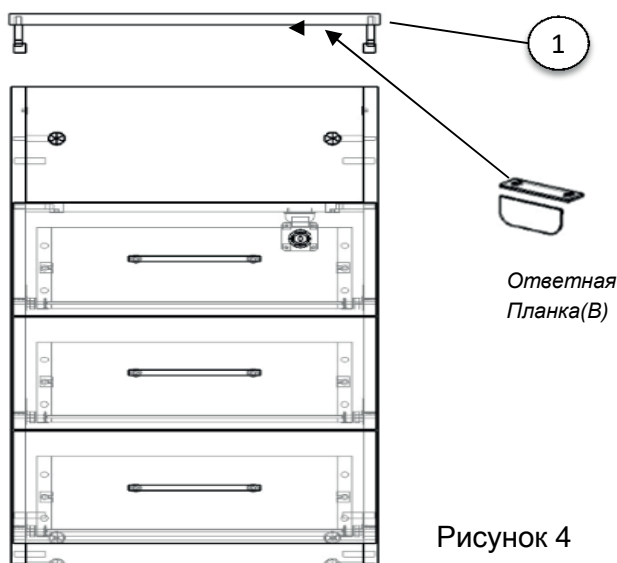
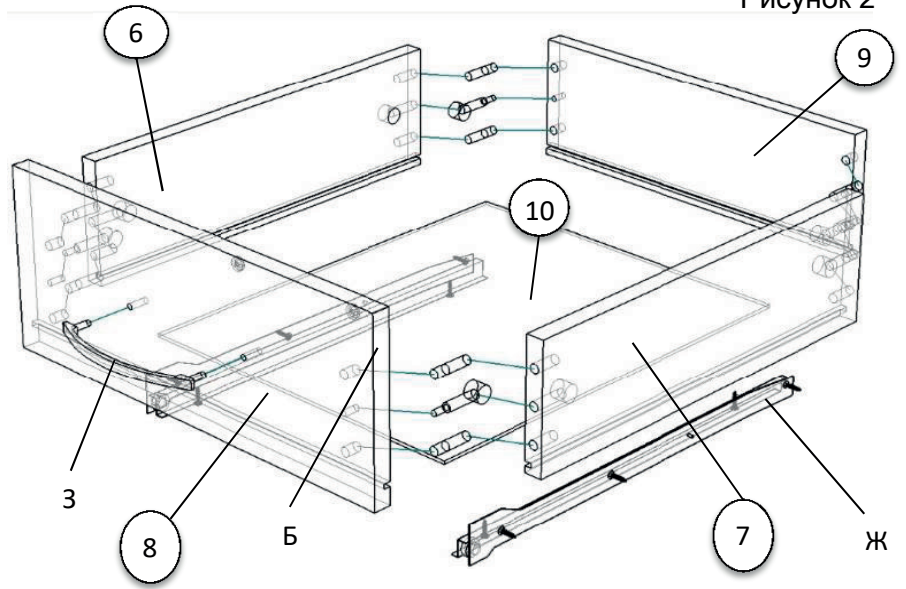

Рисунок 4
Рисунок 2
- 4.Вкрутите штоки(Б) и шканты (А),и ответную планку (В) в плась Топы(1) (Рис.4)
5. Полученный модуль соединити с Топом (6), так чтобы чтобы штоки эксцентрика попали в ответные отиверстия.Поверните эсцентрики на 180 град. до упора.
- 6.Возьмите Фасад ящика (8) Заднюю стенка ящика (9)в глухие отверстия 5 мм вкрутите Штоки эксцентриков(Б),отверстия 8 мм вставьте Шканты(А).Сначала соедините детали Заднюю стенку ящика (9), Бок.ящика левый (6) и Бок.ящика правый (7),потом в паз вставьте дно ящика(10).(Рис.2)
- 8.С Поверните эсцентрики на 180 град. до упора.(Рис.4)